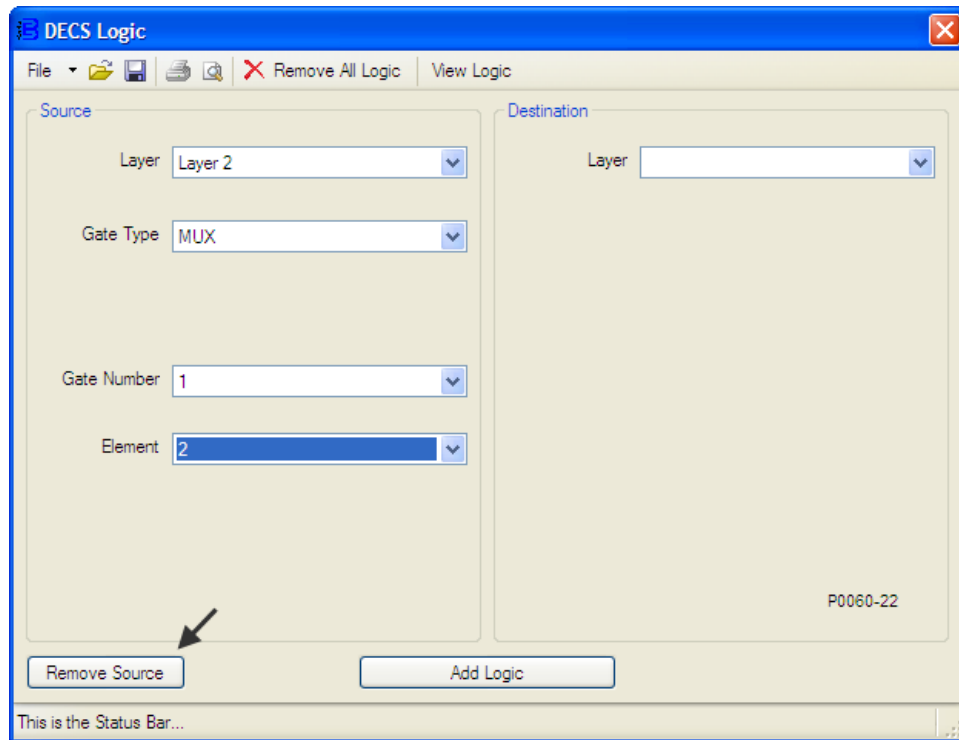

Figure 9-25. Déconnexion Couche 2 Multiplexeur 1, Sortie 2
- Les paramètres de la fenêtre Logique du DECS associés à cette étape sont illustrés sur la Figure 9-25. Dans le volet Source de la fenêtre Logique du DECS :